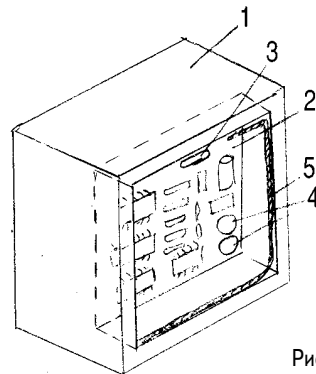

Рис.3
**Конструкция.** На рис.3 показана конструкция кубика. Его можно сделать из цельного куска дерева или склеить из фанерных прямоугольников. В кубику 1 должно быть углубление для печатной платы 2. На ней нужно установить геркон 3 так, чтобы он выходил на торец кубика. На плате расположить элементы питания 4 (это могут быть батарейки для ча-